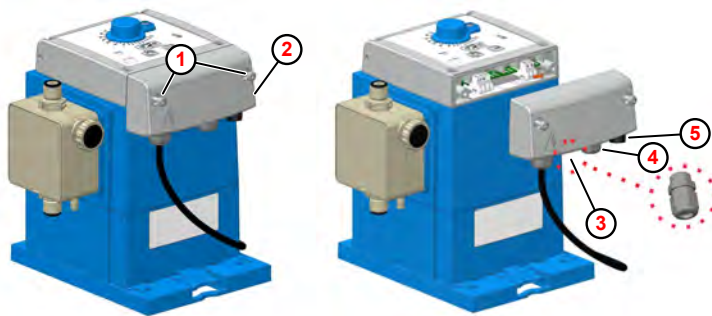

Fig. 11: Instalación eléctrica «EcoUp»
( Fig. 11 , ② )
1. ▶ Aflojar los dos tornillos de la carcasa ( Fig. 11 , ① ). Los tornillos están asegurados para que no caigan hacia fuera.
2. ▶ Quitar la tapa del compartimento de terminales ② .
3. ▶ Para conectar la salida de la cantidad de dosificación o de alarma, montar el racor atornillado M12x1,5 para cables del paquete adicional de la bomba en la ubicación correspondiente ③ , guiar el cable, apretar la unión roscada y conectar los hilos de cable según el diagrama de terminales.
4. ▶ Para conectar a la entrada de impulso o de autorización, guiar el cable a través del racor atornillado para cables correspondiente ④ , apretar la unión roscada y conectar los hilos de cable según el diagrama de terminales.
5. ▶ La conexión para la entrada de nivel debe conectarse a la hembra ⑤ prevista para este fin.
6. ▶ Una vez finalizados todos los trabajos de instalación, volver a montar la tapa del compartimento de terminales ② y apretar los tornillos de fijación ① .
Tras el desmontaje de la tapa del compartimento de terminales ( Fig. 11 , ② ) los bornes quedan accesibles.